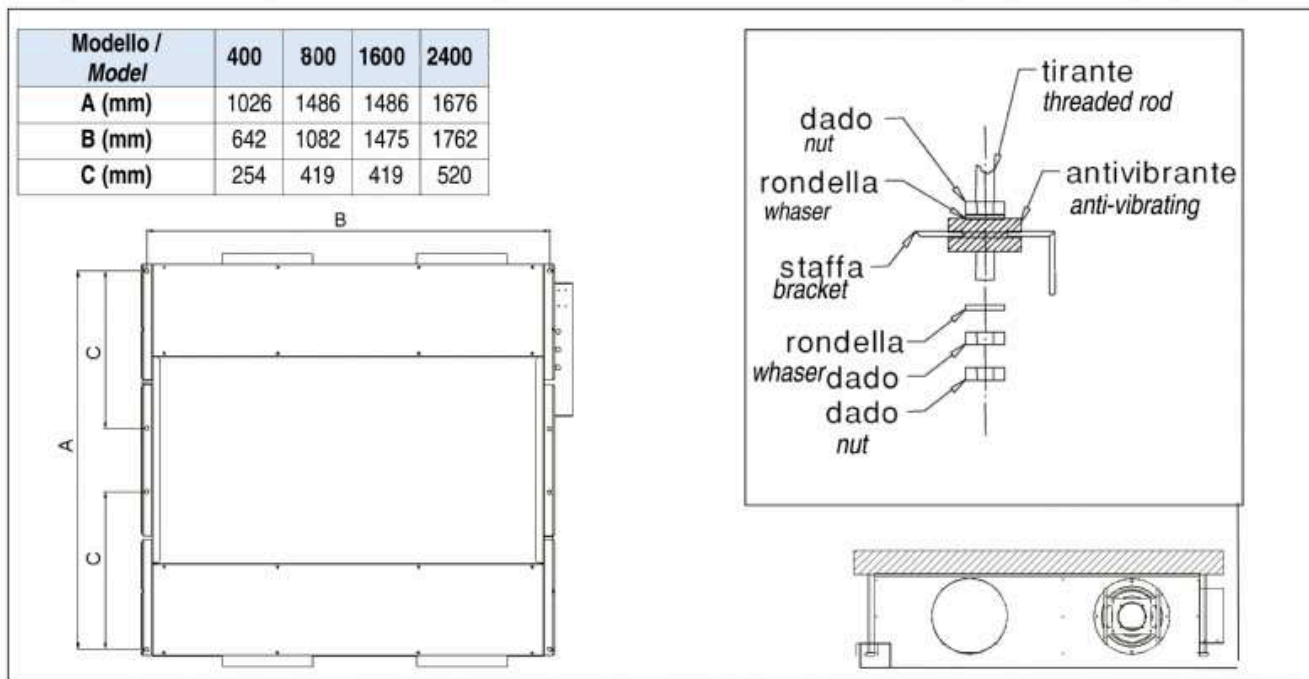

fig. 4
1. Eseguire la foratura a soffitto e fissare i tiranti filettati M8 come indicato in (fig. 4).
1. Drill the ceiling and fix M8 threaded tie-rods, as indicated in the (fig. 4).